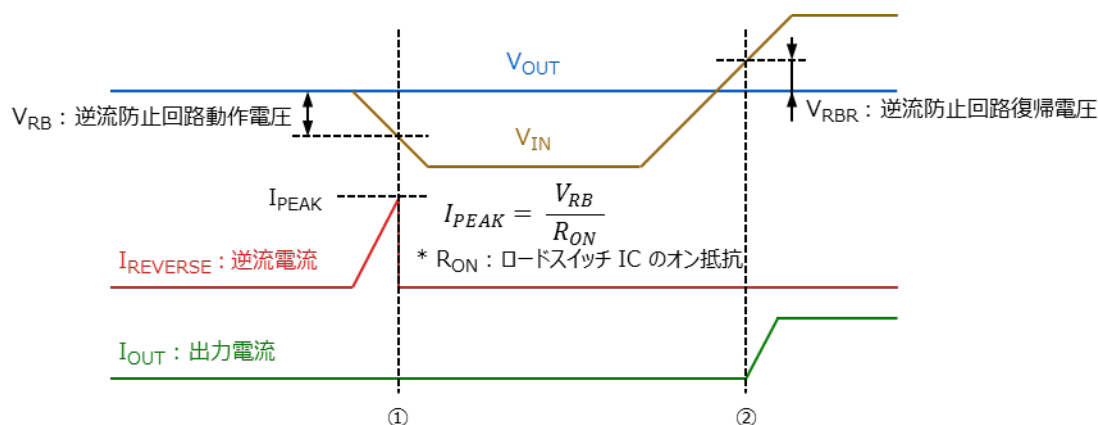

図 3.11 常時監視逆流防止機能の動作イメージ図
| 図 3.11 | 常時監視逆流防止機能の動作イメージ図 .....                               | 9  |
図 3.11 常時監視逆流防止機能の動作のイメージ図を示します。 $V_{OUT} > V_{IN}$  となることで逆流電流  $I_{REVERSE}$  が流れ始めますが、①のタイミングで  $V_{OUT}$  と  $V_{IN}$  の差が逆流防止回路動作電圧  $V_{RB}$  になったときに逆流防止回路が働き、 $I_{REVERSE}$  を抑制します。また、逆流防止回路が働いている状態で  $V_{IN}$  が再び上昇して、②のタイミングで  $V_{IN}$  が  $V_{OUT}$  より逆流防止回路復帰電圧  $V_{RBR}$  分大きくなると逆流防止回路が動作を停止して、出力電流  $I_{OUT}$  が流れ始めます。なお、逆流電流の最大値となる  $I_{PEAK}$  は (3-1) 式により算出することができます。